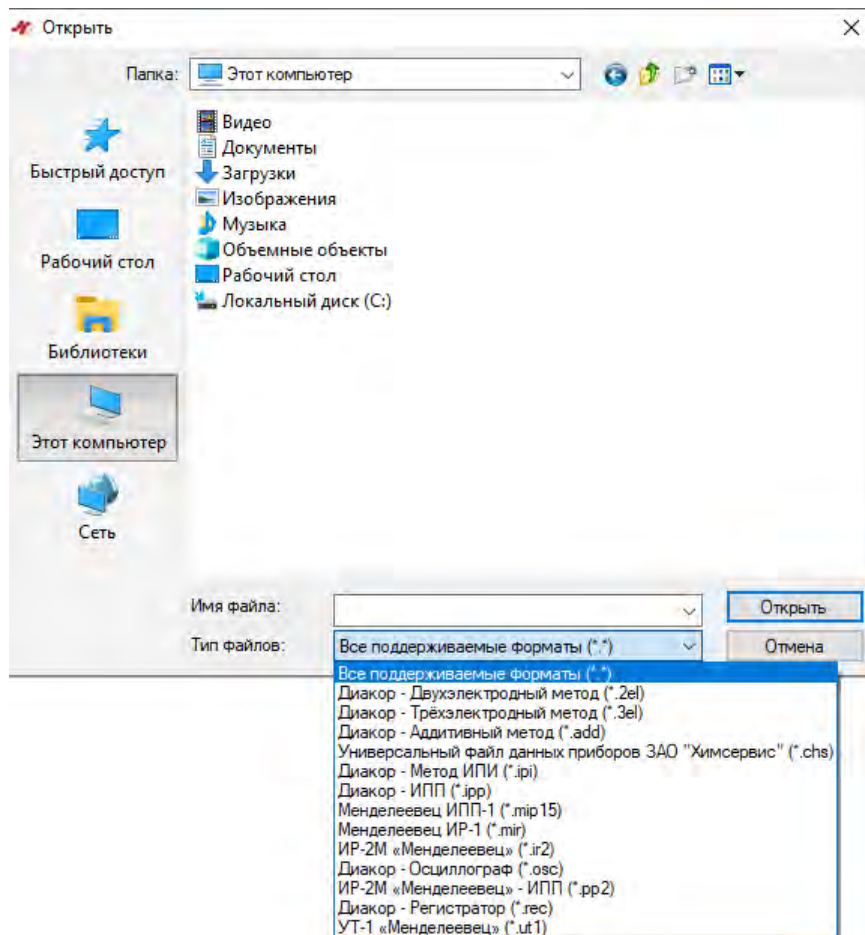

Рисунок 40 – Открытие файла
3.7.5.2 Для открытия файла прибора используется пункт меню «Файл - Открыть» на панели инструментов программы. После её нажатия появляется стандартное диалоговое окно открытия файла (рисунок 40).